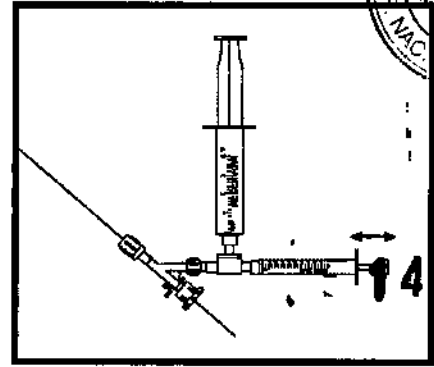

Figura 6
7. La jeringa de infusión de 1ml debería ser activada así que la solución de salina heparinizada procedente de la jeringa de 20ml. salga a través del tapón del extremo posterior de la válvula hemostática. (Figura 6)